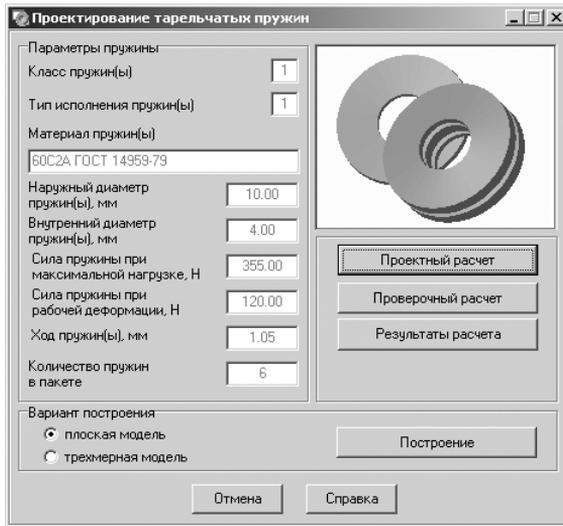
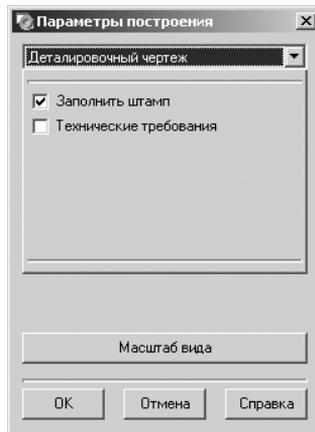
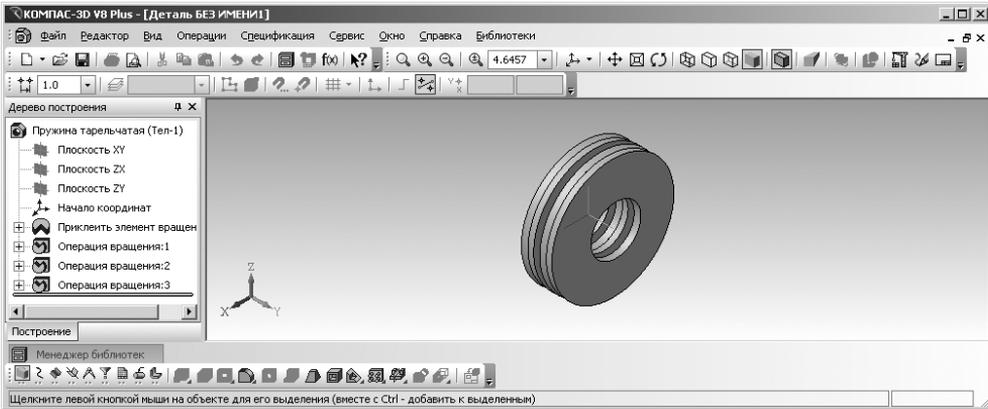

Рис. 4.61. Главное окно системы **Проектирование тарельчатых пружин**
Рис. 4.62. Диалоговое окно **Параметры построения** с типом чертежа – **Деталировочный чертеж**
Рис. 4.68. Изображение трехмерной модели тарельчатой пружины
- щелкните в диалоговом окне **KOMPAS-SPRING** по кнопке **Да**. Появится главное окно системы **Проектирование тарельчатых пружин**, см. рис. 4.61.
В окне системы **Проектирование тарельчатых пружин** (см. рис. 4.61) в разделе **Вариант построения** представлены два переключателя, которые позволяют указать, плоская или трехмерная модель тарельчатой пружины должна быть построена в поле чертежа КОМПАС-3D.
- щелкните в главном окне системы **Проектирование тарельчатой пружины** (см. рис. 4.61) в разделе **Вариант построения** по переключателю **плоская модель** для его включения;
- щелкните в главном окне системы **Проектирование тарельчатой пружины** (см. рис. 4.61) по кнопке **Построение**. Появится диалоговое окно **Параметры построения** с типом чертежа – **Деталировочный чертеж** по умолчанию, см. рис. 4.62;
- щелкните в главном окне системы **Проектирование тарельчатой пружины** (см. рис. 4.61) по кнопке **Построение**. Появится диалоговое окно **Параметры построения** (см. рис. 4.62);
- щелкните в объекте спецификации по кнопке **ОК**. Объект исчезнет с экрана, и вновь появится система **Проектирование тарельчатых пружин** (см. рис. 4.61).
- щелкните в главном окне системы **Проектирование тарельчатых пружин** (см. рис. 4.61) в разделе **Вариант построения** по переключателю **трехмерная модель** для его включения;
- щелкните в главном окне системы **Проектирование тарельчатых пружин** (см. рис. 4.61) по кнопке **Построение**. Появится графическое изображение трехмерной модели только что рассчитанной тарельчатой пружины, см. рис. 4.68.